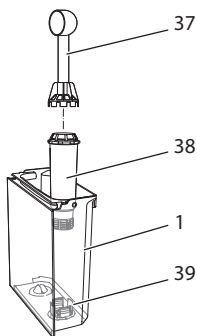

Fig. 18: Vissage/dévissage du filtre à eau
- Retirer le filtre à eau (voir Fig. 18).